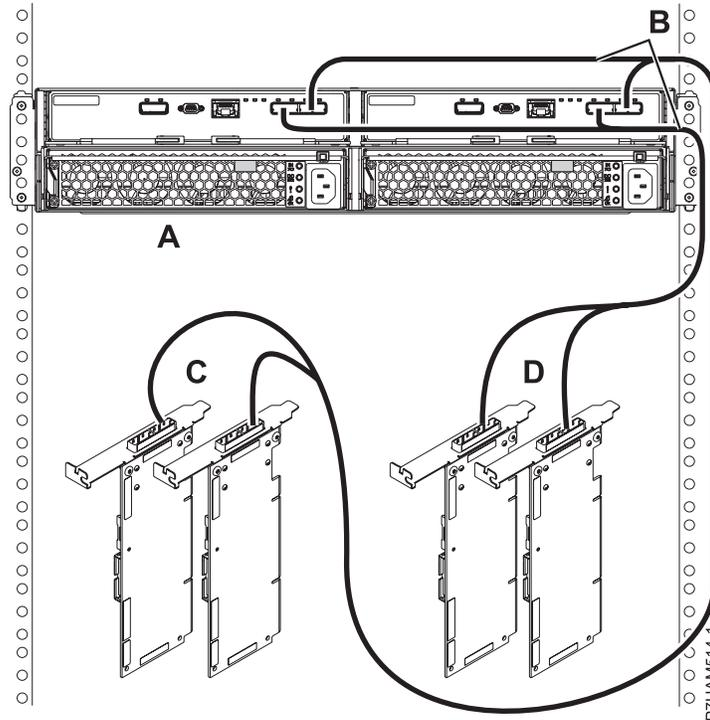

Figura 41. Conexión de la modalidad 2 de un alojamiento de unidad de disco 5887 utilizando cables X a dos pares de adaptadores SAS
17. Realice la conexión de la modalidad 2 de un alojamiento de unidad de disco 5887 (A) utilizando los cables X (B) a dos pares de adaptadores SAS. Consulte la Figura 41 en la página 43.